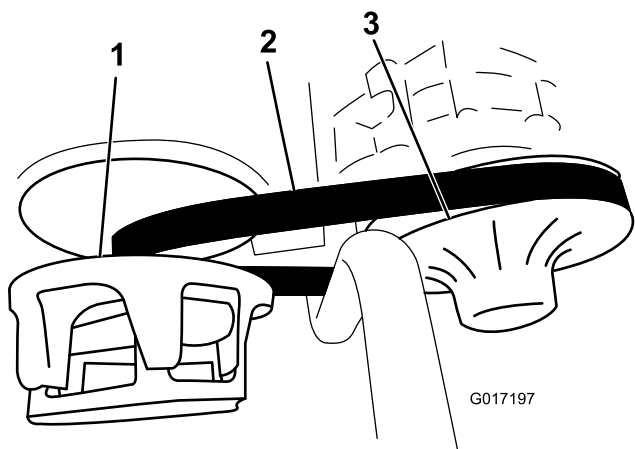

Figura 55
3. Haga girar la correa e inspecciónela (Figura 55) para asegurarse de que no está excesivamente desgastada ni dañada.
3. Haga girar la correa y llévela sobre el embrague secundario (Figura 55).
4. Retire la correa del embrague primario (Figura 55).
5. Coloque la correa nueva sobre el embrague primario (Figura 55).
6. Haga girar la correa y llévela sobre el embrague secundario (Figura 55).